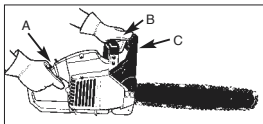

Abb. 11
**TESTEN SIE DIE KETTENBREMSE WIE FOLGT (Abb.11):**
3. Ergreifen Sie den hinteren Griff (A) mit der rechten Hand.
4. Mit der linken Hand halten Sie den vorderen Griff (B) fest [nicht den Kettenbremshebel (C)].
5. Drücken Sie den Gashebel auf 1/3 Geschwindigkeit und aktivieren Sie dann sofort den Kettenbremshebel (C).